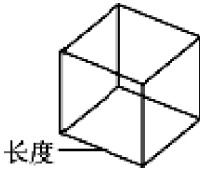

图 12-3 立方体
- 立方体（C）：创建一个长、宽、高相同的长方体，如图 12-3 所示。